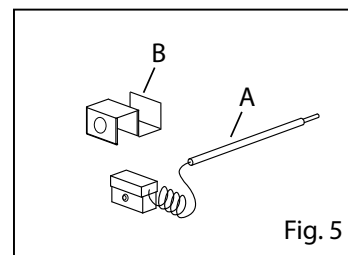

Fig. 5
- Remover o bulbo do recipiente (Fig. 5/A)
- Desatarraxar o suporte e remover o termóstato (Fig. 5/B)